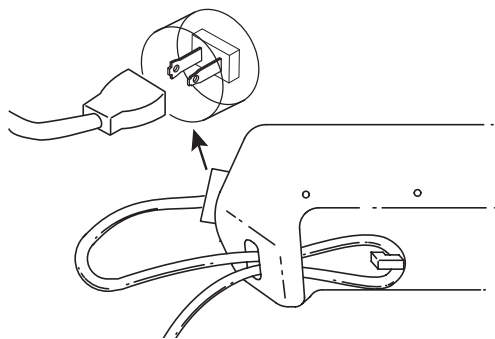

Fig. 9
1. Use el gancho del cable sólo cuando conecte el cable de extensión al cordón de energía para evitar la desconexión (Fig. 9). Use sólo un cable de extensión aprobado para su uso en exteriores según se indica en la sección de Normas para una operación segura.
2. Asegure el cable de extensión al bastidor del motor según se indica (Fig. 9).